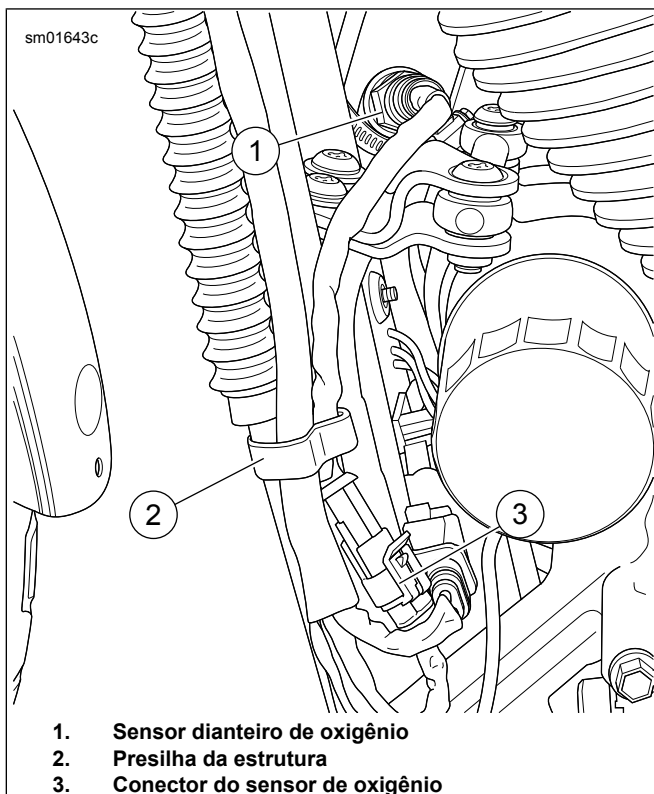

Figura 47. Sensor de oxigênio dianteiro
Veja Figura 47. Desconecte o conector do sensor de oxigênio dianteiro (3) do chicote de fios principal.